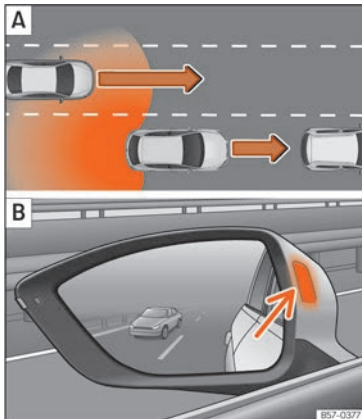

Abb. 190 Schematische Darstellung: **A** Überholvorgang mit Verkehr im hinteren Bereich. **B** Anzeige des Spurwechselassistenten im Außenspiegel links.
In nachfolgenden Situation wird die Anzeige im Außenspiegel »» **Abb. 190** **B** (Pfeil) oder »» **Abb. 191** **B** (Pfeil) dargestellt:
- Bei einer Überholung durch ein anderes Fahrzeug »» **Abb. 190** **A**.